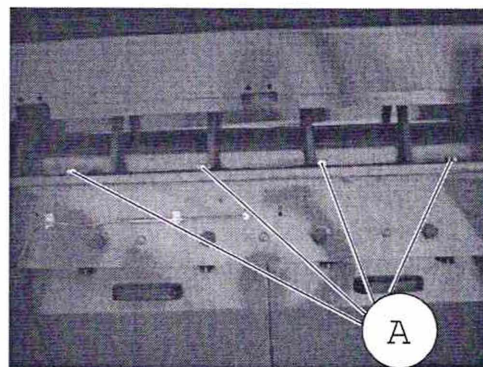

РИС.8
- Теперь необходимо открыть бункер, открутив четыре верхних болта (А) (Рис. 8).